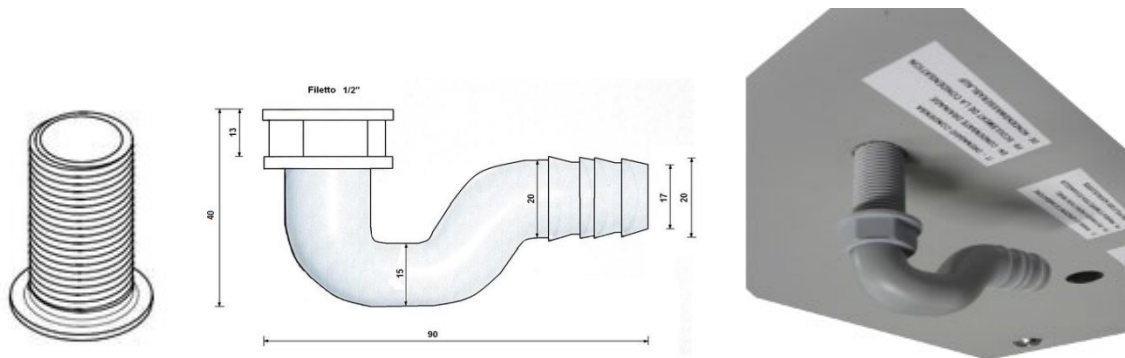
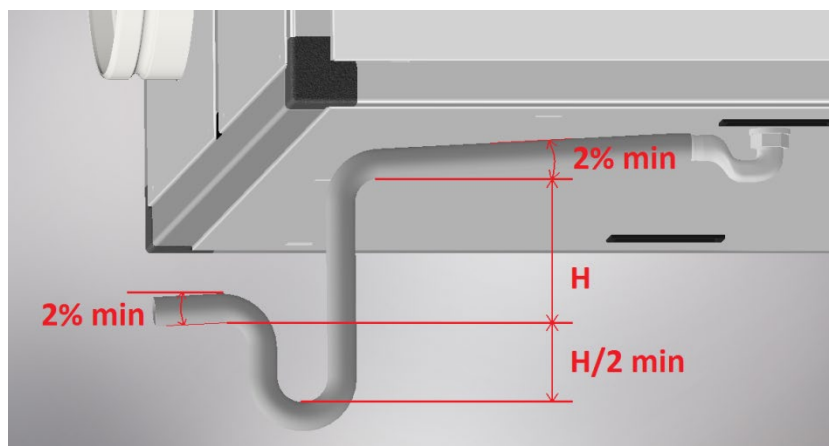

Figura 5 - Imagen del kit de desagüe de condensación y foto de montaje en la unidad (es posible cortar el tubo roscado a medida para que sobresalga menos)
Figura 6 - Altura del sifón de desagüe de condensación ( $H + H / 2 + \varnothing$  tubo)
- Instalar un apropiado sifón de drenaje de condensación lo más cerca posible de la unidad: viene equipado con un pequeño sifón (véase Figura 5), que tiene más una función de conexión que de sifón. De hecho, para evitar la aspiración de aire y, por lo tanto, el correcto desagüe de condensación, es necesario instalar/realizar un sifón con una altura mínima de acuerdo con cuanto indicado en la Tabella 1 y Figura 6; la altura mínima (H) se calcula teniendo en cuenta las condiciones de trabajo estándar de la unidad, mientras que la altura óptima considera la prevalencia total del ventilador (permitiendo por lo tanto, un correcto desagüe de condensación en cualquier condición).